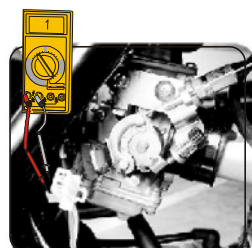

Fig. 1
- Mantenga el acelerador en la posicion Cero. (Fig. 1).